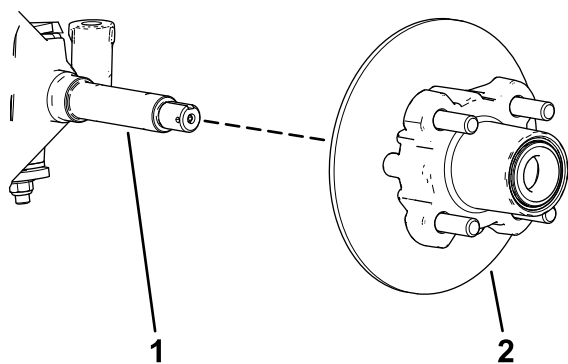

図 40
6. スピンドルからスピンドルナットを外し、スピンドルからハブローラアセンブリを取り出す 図 39 と 図 40。